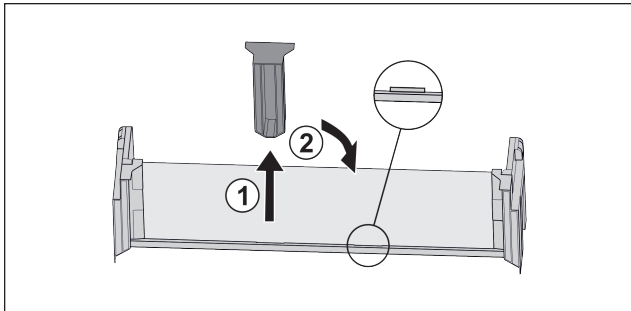

Fig. 110
- ▶ Middelste vasthoudeel lostrekken Fig. 110 (1).
- ▶ Middelste vasthoudeel in tweede positie inzetten Fig. 110 (2).